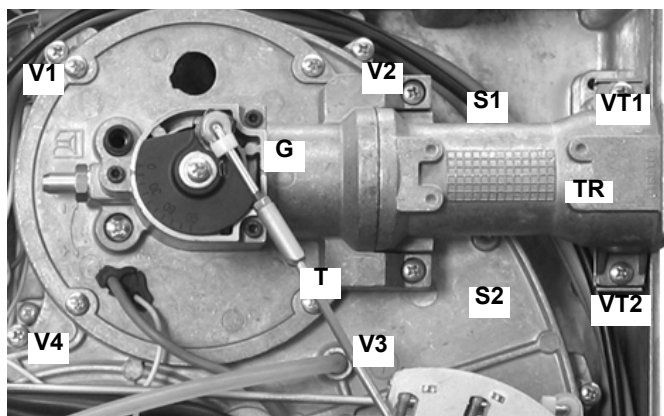

Рис. 17
- 1 Снять пластиковое крепление **G** и отсоединить болт **T** (Рис. 17) и вынуть его из ложа наружу.
- 2 Снять винты **V1**, **V2**, **V3**, **V4**, **VT1** и **VT2** (Рис. 17).